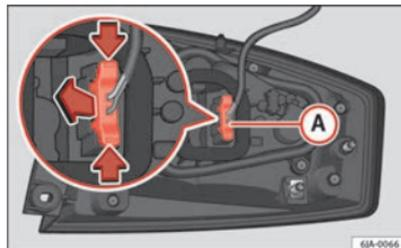

Fig. 163 Conector del piloto en la parte posterior de la unidad de luz trasera
- Desconecte el conector ① ⇒ fig. 163 del piloto accionando las palancas laterales del mismo (flechas) y tirando del conector hacia el exterior.